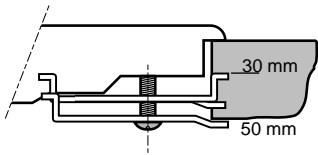

Abb. 7
- Das Kochfeld in die Aussparung setzen und die Haltebügel montieren (siehe Abb. 7).